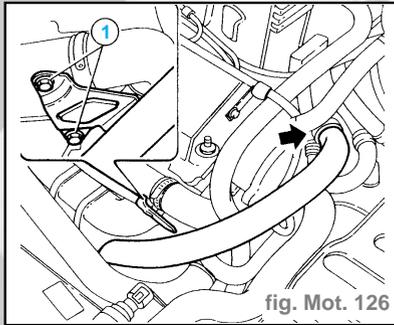

fig. Mot. 126
- Desserrer le collier indiqué par la flèche et dévisser les deux vis (1) de fixation du manchon d'admission d'air (fig. Mot. 126).